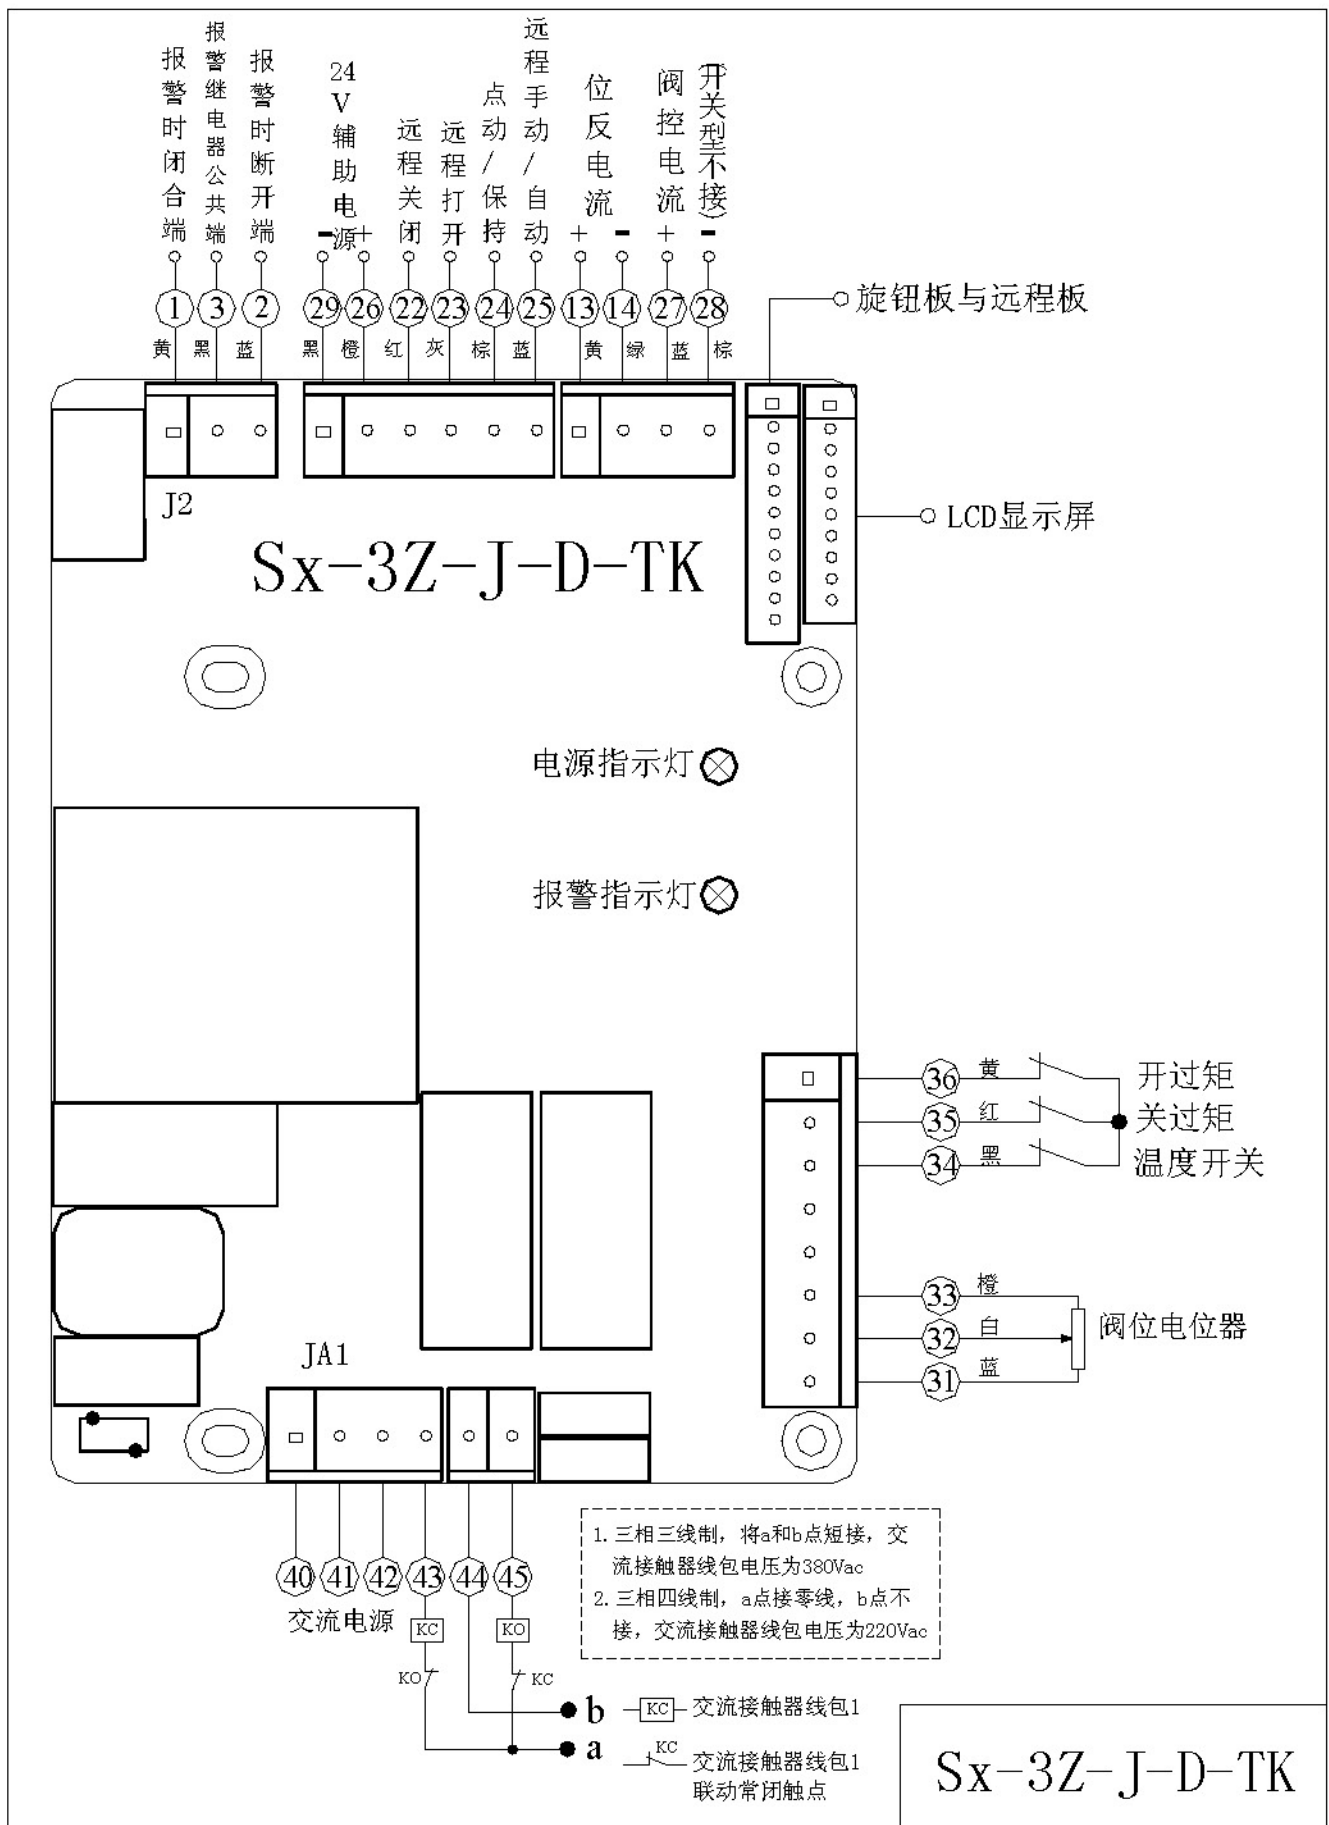

图 5-1
1、三相 380V 供电：使用时按照图 5-1 的要求进行连线。**注：配交流接触器和配固态继电器的主板不一样，不能互换。定货和使用时请务必注意。**